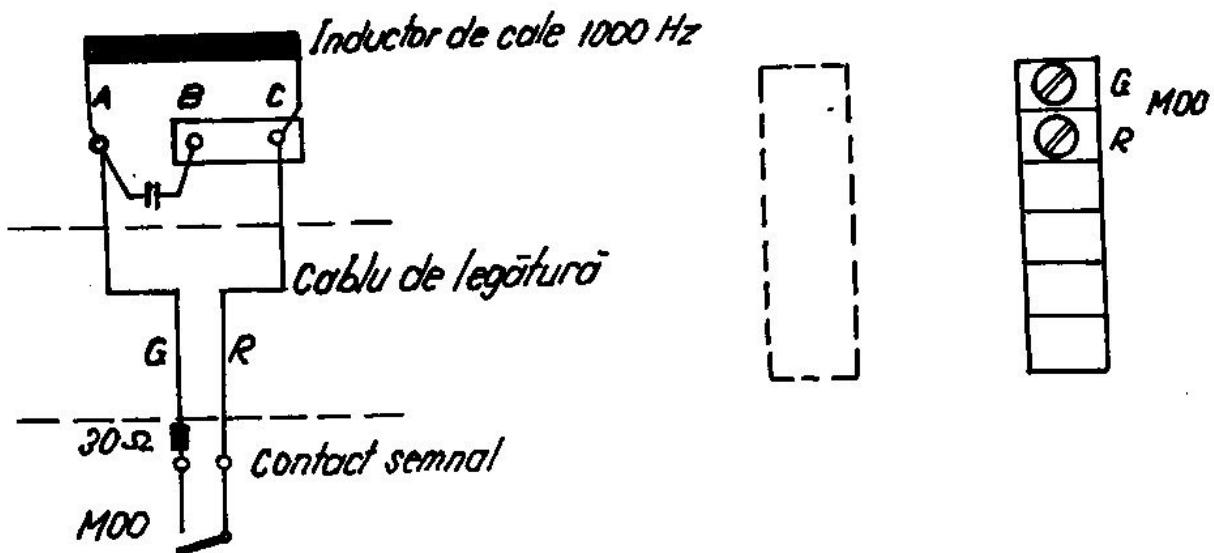

Fig. 32 Schema electrică și conectarea la semnalul prevestitor
a) *Semnalul prevestitor al semnalului de intrare sau de trecere în poziție normală pe „oprește”, echipat cu inductor de cale de 1 000 Hz (fig. 32).*